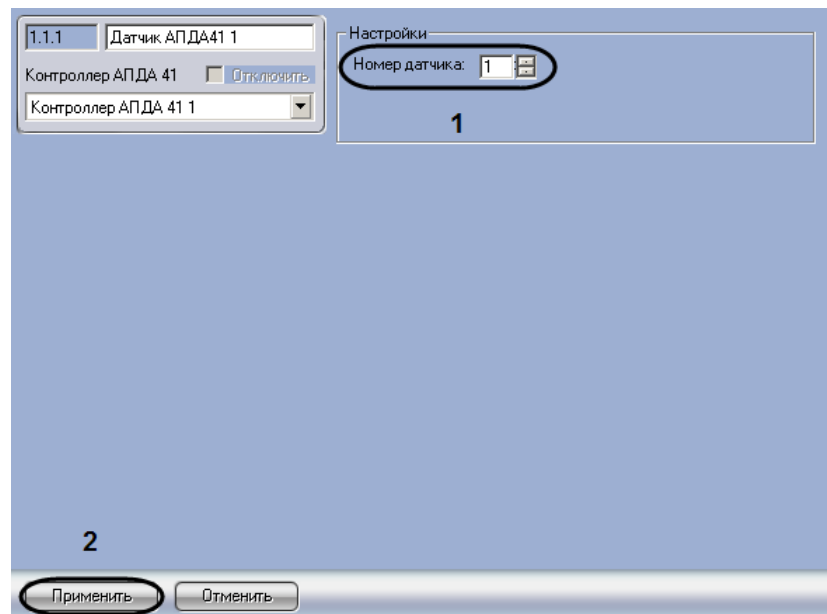

Рис. 3.4—2 Настройка дополнительного датчика
2. В поле **Номер датчика:** ввести с помощью кнопок **вверх-вниз** номер датчика (возможные значения **1** или **2** для контроллера *АПДА.21*, для контроллера *АПДА.41* – **1, 2, 3** или **4**) (см. Рис. 3.4—2, **1**).
3. Для сохранения внесенных изменений нажать кнопку **Применить** (см. Рис. 3.4—2, **2**)